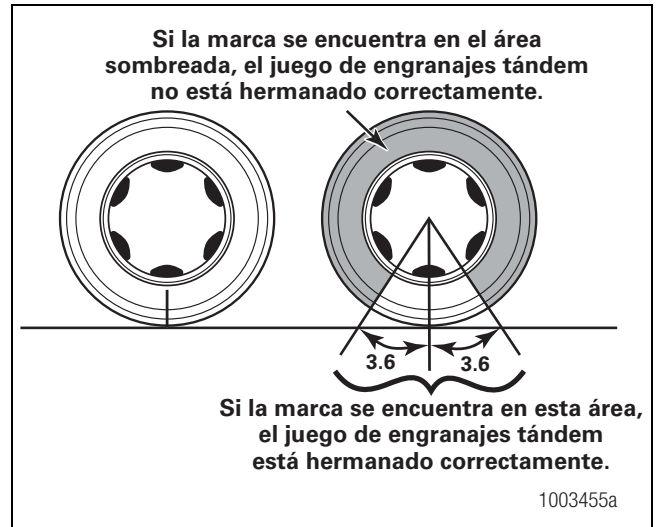

Figura 4.18
7. Observe las posiciones de las marcas que hizo antes en los neumáticos. Si los juegos de engranajes del eje tándem están bien hermanados, las marcas de los neumáticos deberán estar dentro de ± 3.6 grados una de otra. Figura 4.18.